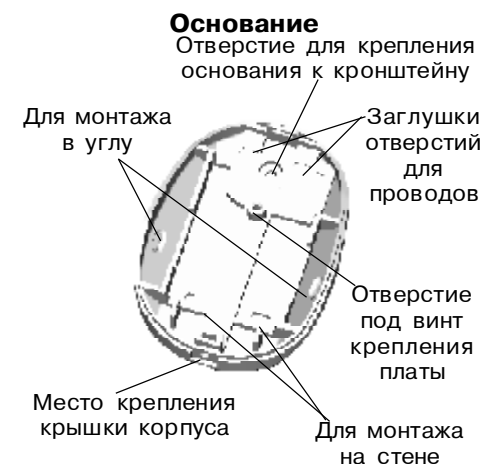

Рис.3
- Снимите крышку, вывернув при помощи отвертки винт, расположенный в нижней части основания извещателя (рис.3).
- Просверлите в основании извещателя отверстия (рис.3), которые будут использоваться для прокладки проводов и крепления извещателя.